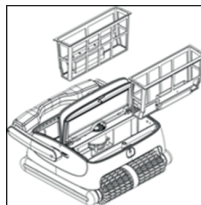

Figure 3
- Retirez les deux paniers du filtre (voir figure 3).